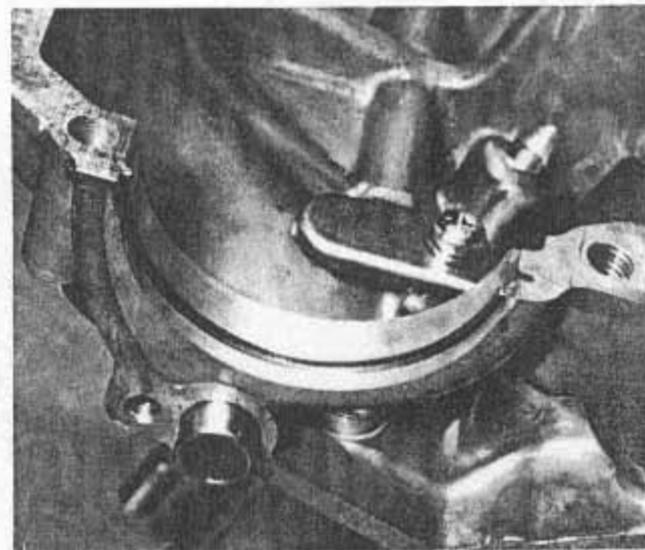
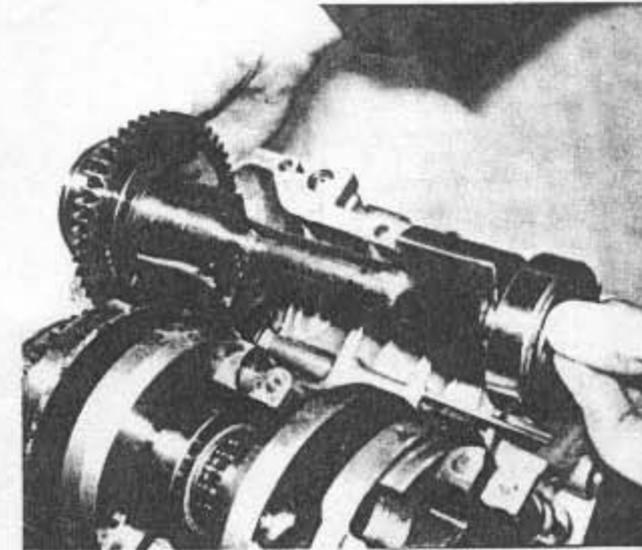

Bild 88
Bild 89
- Der Lagerhalbring des linksseitigen Ausgleichwellenlagers wird in seine Nut in der oberen Gehäusehälfte eingelegt (Bild 88). Beide Lager werden ähnlich wie das Kurbelwellenkugelhauptlager durch Passstifte geführt (siehe Bild 91). Die Ausgleichswelle wird ins Gehäuse eingelegt, ihr Zustand muss mit dem Antriebszahnrad auf der Kurbelwelle in Eingriff gebracht werden (Bild 89). Um zu gewährleisten, dass die Ausgleichswelle ihre